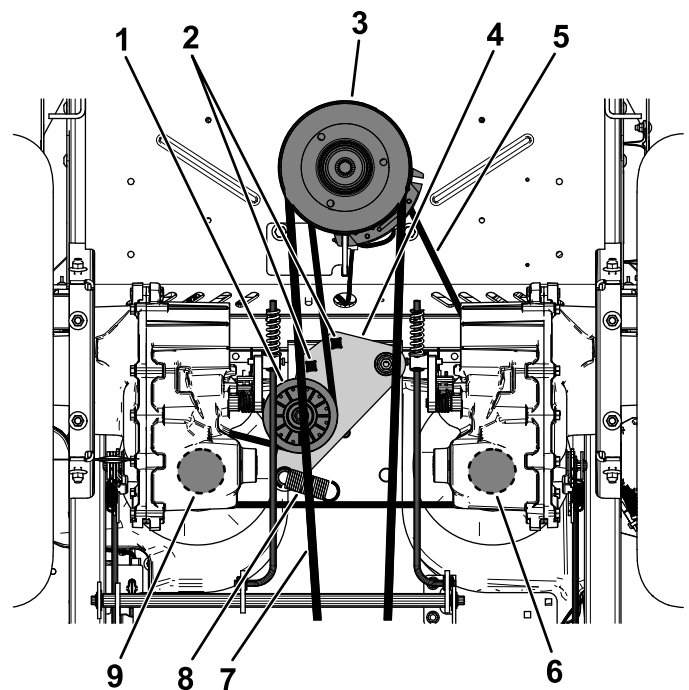

Bild 60
5. Verwenden Sie eine ½"-Ratschen oder -Brechstange in einem der quadratischen Löcher im Spannrollenarm, um die Spannung der Spannrollenfeder (**Bild 60**) zu lösen.
6. Ziehen Sie den vorhandenen Riemen von der Umlenkrolle, den beiden Riemenscheiben für den Hydraulikpumpenantrieb und der Motorriemenscheibe (**Bild 60**).
7. Ziehen Sie den neuen Riemen um die Motorriemenscheibe und um die beiden Riemenscheiben der Hydraulikpumpe (**Bild 60**).